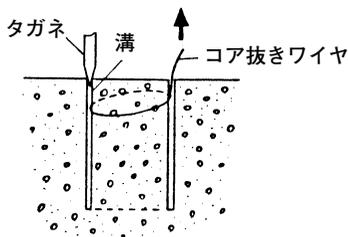

図 11
- (1) 図 11 のようにタガネを打ち込み、切削コアの底部を切り離します。
- (2) 図 11 のようにワイヤを切削コアにかけて抜きます。